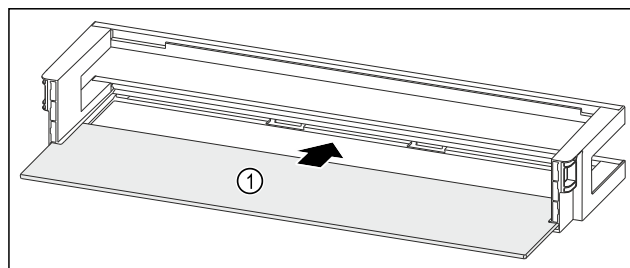

Fig. 165 Durvju plaukts ar plauktu
- ▶ Iebīdīet plauktu Fig. 165 (1) sānu padziļinājumos.